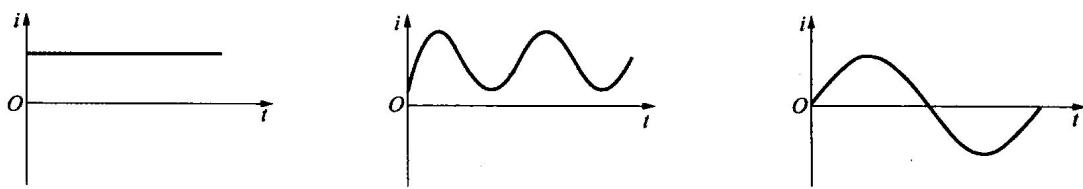

图 1.5 电流的分类
- (1) 直流电流(DC):指电子在导体中沿着同一个方向运动的电流,如图 1.5(a)所示。
- (2) 脉动直流电流:指电流方向不变,电流大小随时间而变化的电流,如图 1.5(b)所示。
- (3) 交流电流(AC):指电流的大小、方向都随时间而变化的电流,如图 1.5(c)所示。